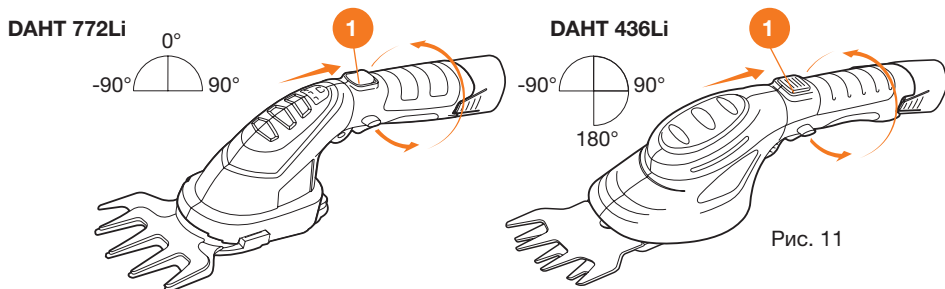
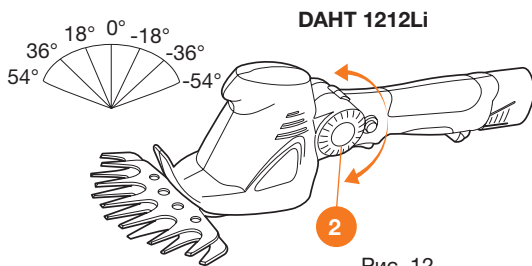

Рис. 11
Рис. 12
- Для регулировки наклона или поворота триммера используйте клавишу поворота **1** для моделей **DAHT 436Li** и **DAHT 772Li** (Рис. 11) или кнопку наклона **2** для модели **DAHT 1212Li** (Рис. 12).
- Во время обработки высоких кустарников или хвойных растений используйте удлинитель из комплекта поставки модели **DAHT 1212Li**, отсоедините колеса и установите требуемый угол наклона (Рис. 12).